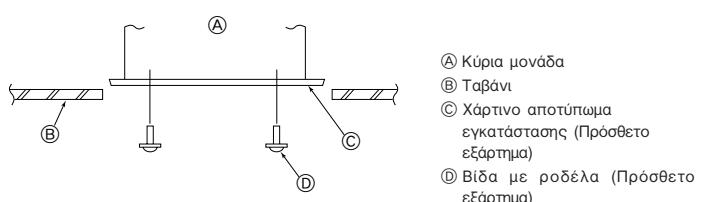

Fig. 4-7
4.6. Επιβεθαίωση της Σωστής Θέσης Ανάρτησης της Κύριας Μονάδας και Σφίξιμο των Μπουλονιών Ανάρτησης (Fig. 4-7)